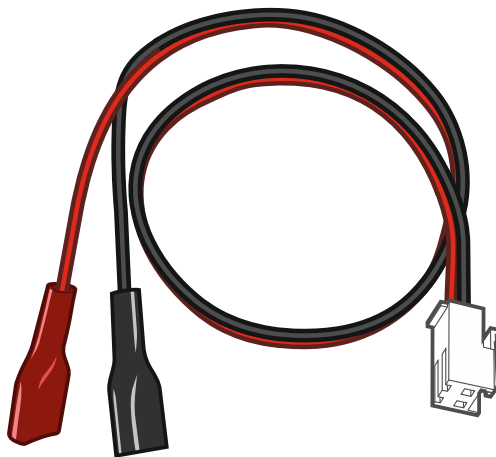

Abb. 3. Leiter zum Anschluss des Akkumulators (rot +, schwarz -).
- ① LEDs:
- ② RESET-Pins zur Inbetriebnahme der Zentrale in Notfällen (siehe: „Notstart der Zentrale“ S. 27).
- ③ RS-232-Schnittstelle (TTL).
- ④ Schnittstelle zum Anschluss der Leitungen an den Akkumulator. Die Leitungen sind im Lieferumfang enthalten (Abb. 3).
- ⑤ LEDs:
- ⑥ Buchse RJ-45 zum Anschluss des Ethernet-Netzes.
- ⑦ Kommunikationsanschluss zum Anschluss des Moduls PERFECTA-RF.